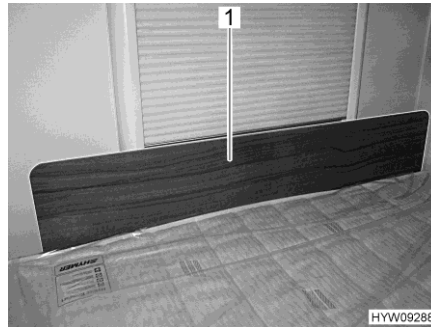

Fig. 117 Panel protector / protección contra caídas
- Meter el panel protector (Fig. 117,1) delante de la ventana, entre el colchón y el marco de la ventana. El efecto de apriete del colchón retiene al panel protector en su posición delante del marco de la ventana.